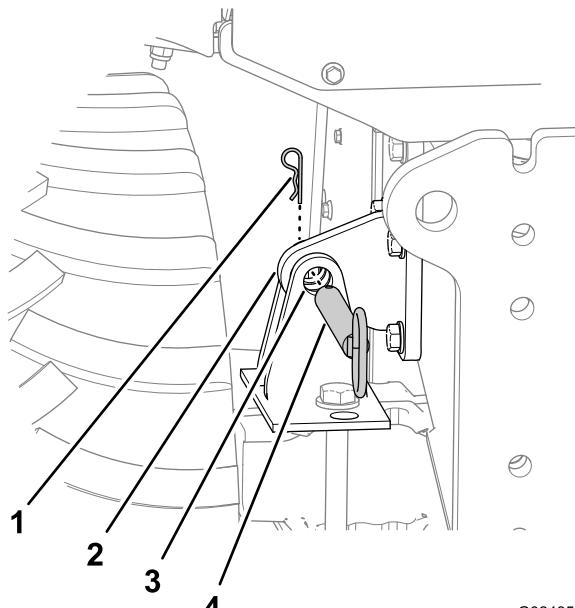

Figura 49
1. Remova o grampo tipo “R” do pino de bloqueio de inclinação no suporte de bloqueio do chassi (Figura 49).
2. Remova o pino de bloqueio de inclinação dos orifícios no suporte de bloqueio do chassi e no suporte de bloqueio do eixo (Figura 49).
1. Use a chave de inclinação para alinhar o orifício no suporte de bloqueio do chassi com os orifícios no suporte de bloqueio do eixo (Figura 49).
4. Insira totalmente o pino de bloqueio de inclinação através dos orifícios horizontais no suporte de bloqueio do chassi e no suporte de bloqueio do eixo (Figura 49).
5. Prenda o pino de bloqueio de inclinação no suporte de bloqueio do chassi com o grampo tipo "R" (Figura 49).